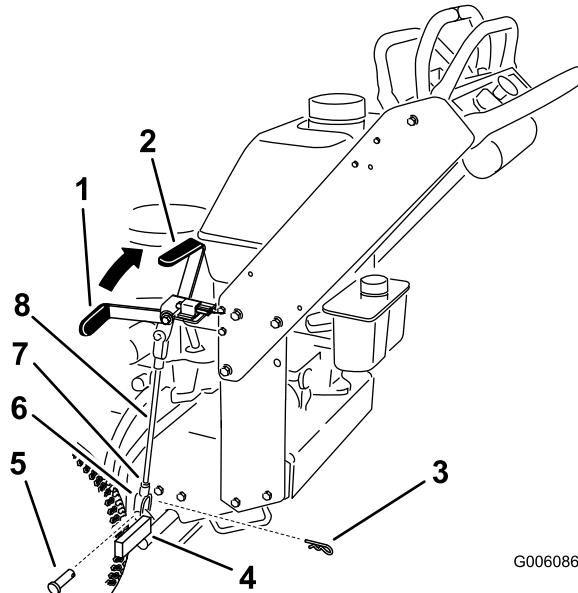

Figure 47
Remarque: Quand le frein est serré, la poignée doit être à la position 1 heure (Figure 47).
5. Desserrez les écrous de blocage supérieur et inférieur (Figure 47).
6. Pour régler le frein, retirez la goupille fendue et l'axe de chape du levier de frein inférieur (Figure 47).
7. Tournez la tige de frein dans les chapes. Pour serrez le frein, allongez la tige entre les chapes. Pour desserrer le frein, raccourcissez la tige entre les chapes (Figure 47).
8. Fixez la chape au levier de frein inférieur avec la goupille fendue et l'axe de chape (Figure 47).
9. Serrez les écrous de blocage supérieur et inférieur (Figure 47).